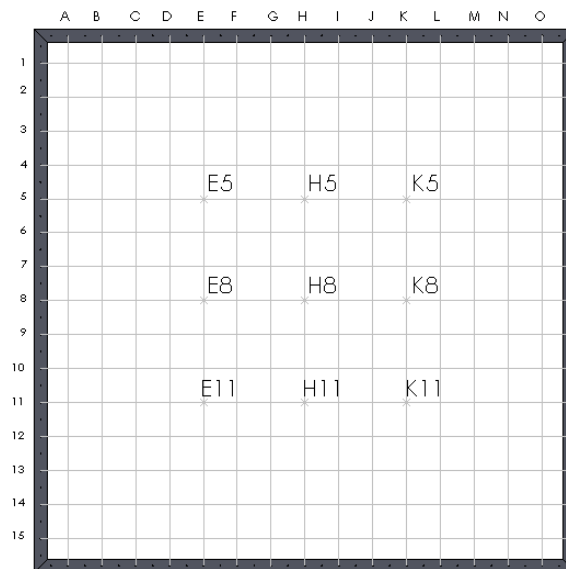

Figura 4. Coordenadas del centro de las regiones
6. Calcula la potencia contenida en el viento para la región E5. Repite este procedimiento para todos los puntos definidos en la Figura 4.